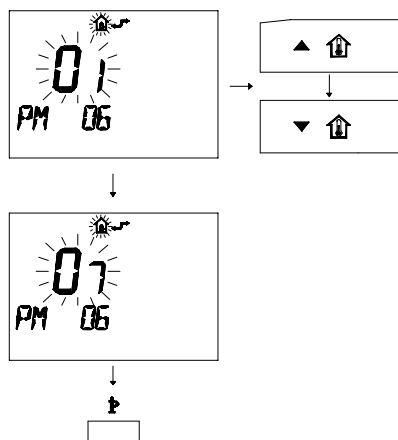

Figura 8.9
- Modificare il SET programmato agendo sui pulsanti ▲  o ▼  fino a visualizzare un **set di 07** (Figura 8.9) che setta la caldaia per funzionare con gas **Propano (G31)**, aspettare che il numero programmato cominci a lampeggiare.